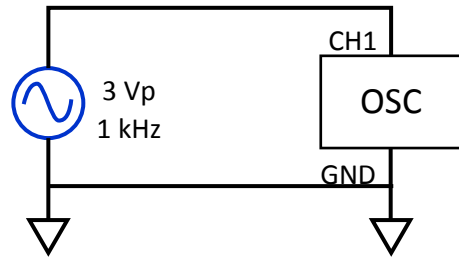

Figura 1. Conexión del osciloscopio.
1. Arme el circuito de la Figura 1.